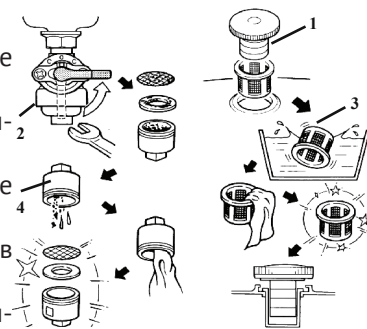

рис. 6
- снимите крышку бензобака (рис.6 поз.1) и колпачок крана подачи бензина (рис.6 поз.2), стараясь не повредить уплотнение;
(рис.6 поз.3 и 4) промыванием в растворителе (типа Уайт-Спирит) и продувкой;
6.6.2 Слейте или полностью выработайте имеющуюся в баке топливную смесь (слив производится снятием колпачка крана подачи топлива (рис.6 поз.2).